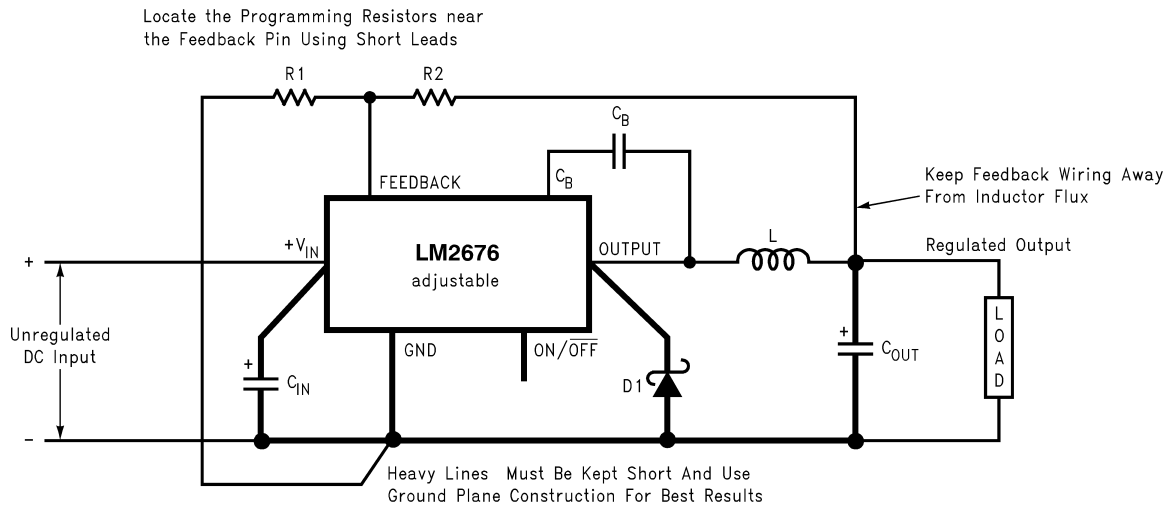

図 7-7. 可変出力電圧アプリケーション向けの基本的な回路
**ステップ 2:** LM2676S-ADJ を選択します。出力電圧を 14.9V に設定するには、2 つの抵抗 (図 7-7 の R1 および R2) を選択する必要があります。可変デバイスでは、次の関係式で出力電圧が設定されます。